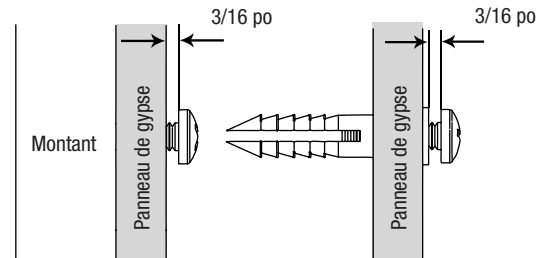

Figure 2
ÉTAPE 2: Pré-percez les trous à l'aide d'une mèche de 3/32 po aux emplacements marqués. Si un montant se trouve à cet endroit, insérez la vis en la laissant dépasser de 3/16 po de la surface du mur. Si aucun montant ne se trouve à cet endroit, utilisez une mèche de 3/16 po pour aléser le trou de 3/32 po, insérez un ancrage, puis vissez la vis dans l'ancrage, en la laissant dépasser de 3/16 po de la surface du mur, tel qu'illustré à la **Figure 2**.